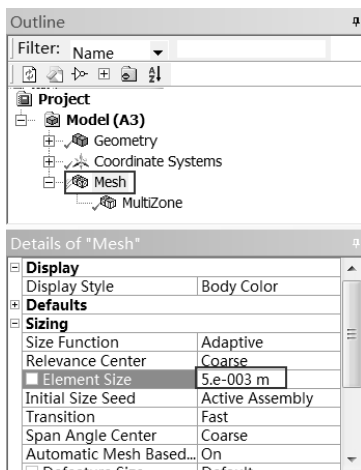

图 3-88 设置网格大小
Step18: 选择 Project Model (A3) Mesh 命令, 在弹出的如图 3-88 所示的 Details of “Mesh” 面板中设置 Element Size 栏的数值为 5.e-003m。